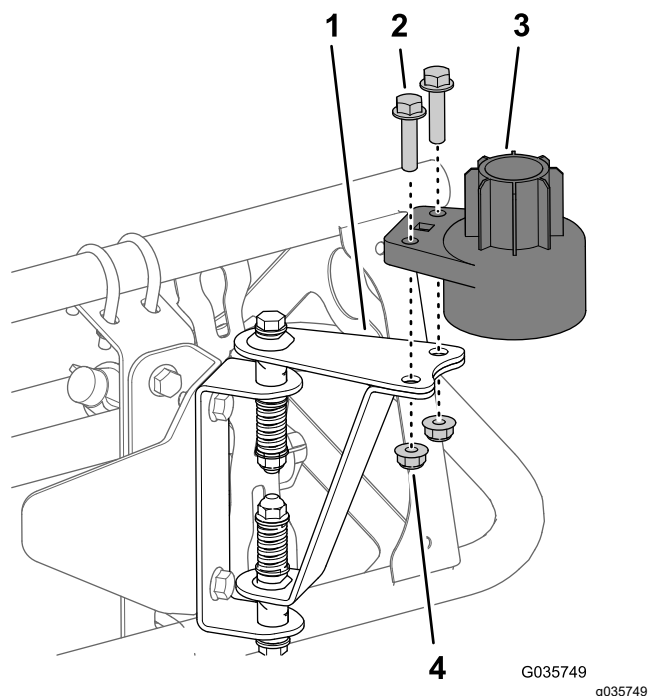

図 19
1. センサー取り付け用金具 図 19 に下側センサーハウジングを取り付けるボルト5/16 x 1 1/4" 2本とロックナット5/16" 2個を使用する。